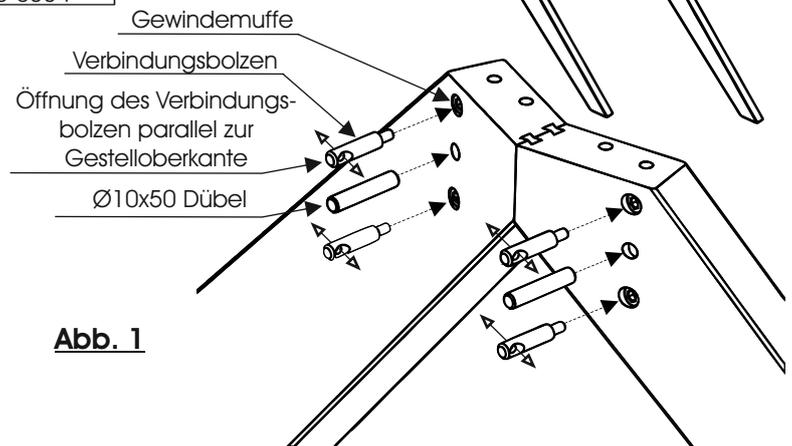

Abb. 1
2. Zeichnen Sie die Position der Kufen an. Hierzu verwenden Sie die mitgelieferte Schablone und halten diese an der vorderen und seitlichen Kante des Unterbodens bündig an. (Abb. 1)
Ist ein Nachstellen notwendig, können Sie die Türen wie in Abb. 1 einstellen.
2. Drehen Sie, wie in Abbildung 1 dargestellt, die Bolzen auf der Oberseite der Metallplatte in das M8 Gewinde ein. Legen Sie zwischen Bolzen und Metallplatte je eine Unterlegscheibe und einen Distanzring. (Abb. 1)
2. Drehen Sie in beide Fussgestelle die Verbindungsbolzen ein. Die Bolzen werden in die Gewindemuffen des oberen, mittleren Bereichs des Stollens eingeschraubt. Achten Sie darauf, dass die Öffnung der Bolzen parallel zur Gestelloberkante gerichtet ist. Drücken Sie zudem in jedes Gestell zwei Ø10x50mm Dübel ein. (Abb. 1)